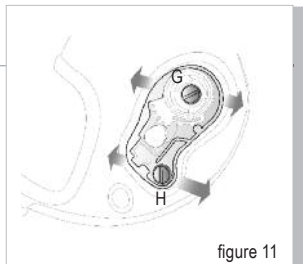

figure 11
**Réglage** voir figure 11
**MECANISME VISIERE – remplacement** voir figure 11